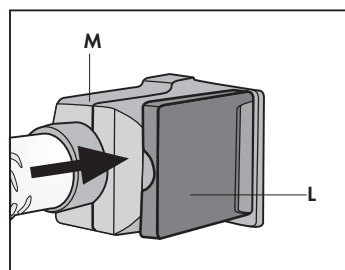

Fig. 22
- Cerrar la tapa de la toma accesorios (L) en el cuerpo del empalme rápido asegurándose de que las dos partes se acoplen. (Fig.22)